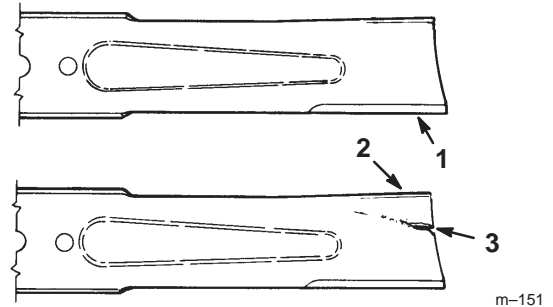

Figure 24
1. Inspectez les tranchants des lames (Fig. 24). Si elles ne sont pas tranchantes ou si elles présentent des indentations, déposez et aiguissez les lames (voir Aiguisage des lames, page 28).
2. Inspectez les lames, surtout la partie incurvée (Fig. 24). Remplacez immédiatement toute lame endommagée, usée ou qui présente une entaille (repère 3 de la Fig. 24).